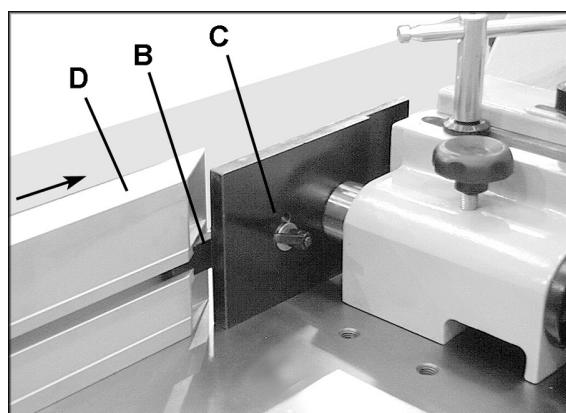

Рисунок 8
2. Прикрепите бруск (B, рис. 8) к передней половине упора при помощи фиксирующей ручки (C, рис. 8) и шайбы. Продвиньте алюминиевый упор (D, рис. 8) к бруски. (ПРИМЕЧАНИЕ: правый и левый упор немного различаются. Под ручку (C, рис. 8) требуется только одна шайба, показанная на рис. 8. На другой стороне требуется две шайбы под ручкой.)
- ПРИМЕЧАНИЕ: фиксирующие ручки (C, рис. 8) подпружинены, можно менять их положение, потянув ручку и повернув ее на гайке.